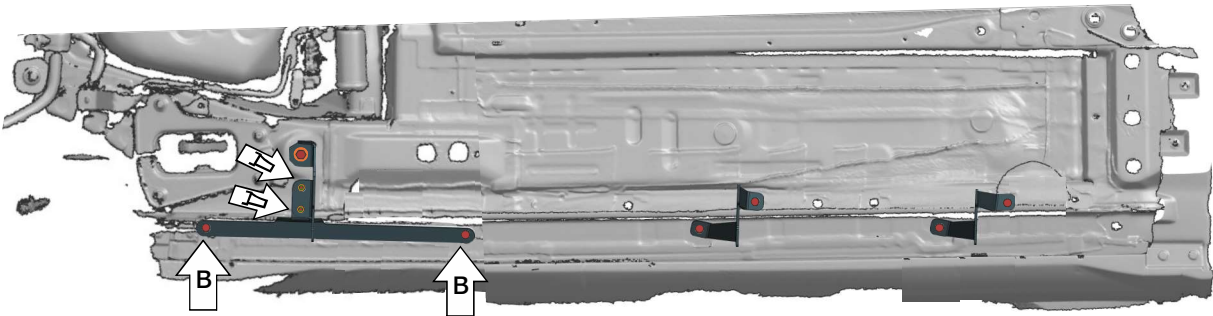

Рис. 5
5. Закрепить кронштейн задний левый длинный при помощи болтов М8х30, шайб 8 и гроверных шайб 8 к закладным М8 (В) (Рис.5).
6. Скрепить кронштейн задний левый и задний левый длинный посредством болтов М8х20, гаек 8, шайб 8, шайб гроверных 8 (Д) (Рис.5).